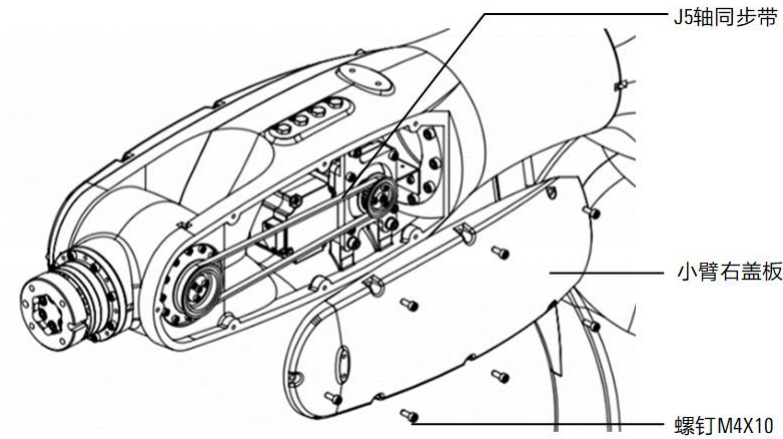

图 12-7 拆卸小臂右盖板
- 步骤3. 拆卸操作机小臂盖板及 7 颗 M4 螺钉，如图 12-7 所示。